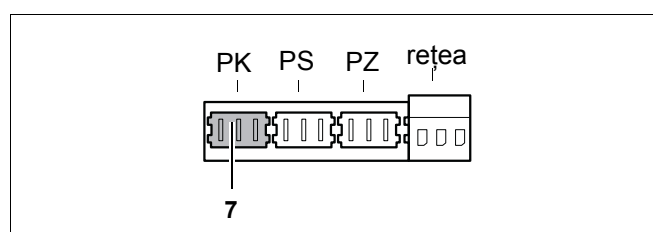
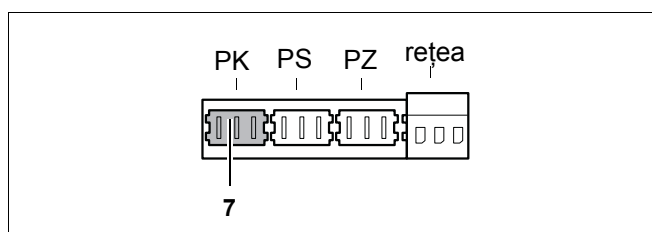

Fig. 36 Regletă – pompă externă de încălzire de 230 V (culoare de racord verde)
Fig. 39 Regletă – pompă externă de încălzire de 230 V (culoare de racord verde)
Puterea electrică maximă care poate fi racordată la cablul liber de racord 230 VAC al pompei (fig. 36, poz. 7) și la ștecherul verde PK (fig. 39) se ridică în total la 250 Watt. Când trebuie racordat un consum de putere de mai mult de 250 Watt acesta este posibil printr-un releu complementar de 230/230 V care trebuie instalat de un instalator/electrotehnician.
- Racordați pompa externă existentă în cazul de față (nu pompa grupului de racord) la borna PK verde (fig. 39, poz. 7).